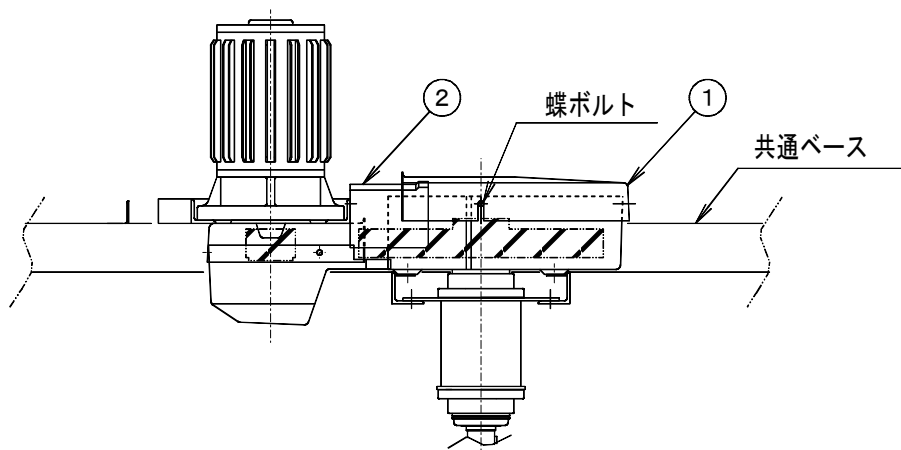

図11-4 ベルトカバー組立図
ベルトの交換は、11-1 ベルトの張り調整 および、図11-4 ベルトカバー組立図を参照してください。
- a. 図11-4 のベルトカバー①を外してください。
- b. 次に、図11-4 のベルトカバー②を外してください。
- j. 図11-4 の②および①の順にベルトカバーをセットしてください。